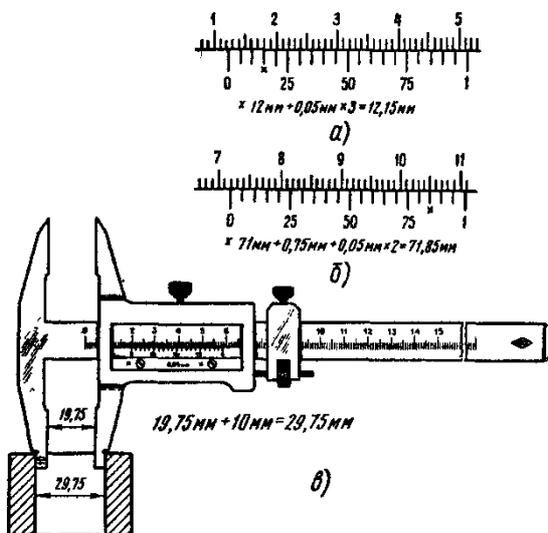

Рис. 11. Примеры отсчета при измерениях:
3. найти штрих нониуса, совпадающий со штрихом шкалы штанги. К ближайшей слева цифре, обозначающей сотые доли миллиметра, прибавить результаты умножения величины отсчета на порядковый номер короткого штриха нониуса, совпадающего со штрихом штанги, считая его от длинного оцифрованного штриха. Примеры показаны на рис. 11, а, б;
4. при внутреннем измерении (рис.11, в) к показаниям штангенциркуля прибавляется толщина губок (10 мм), указанная на них.